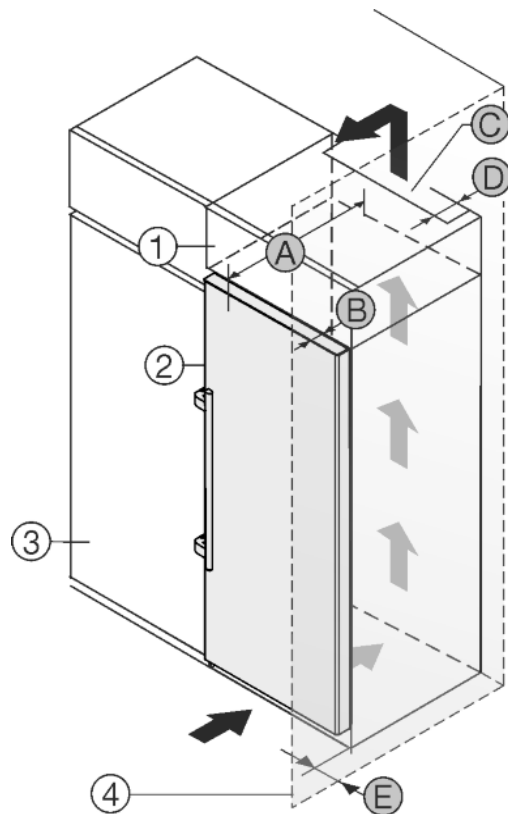

Fig. 21
Aparatul poate fi refăcut cu dulapuri de bucătărie. Pentru a aduce aparatul Fig. 21 (2) la același nivel cu mobilierul de bucătărie, se poate monta deasupra aparatului un dulap suspendat Fig. 21 (1).
Aparatul poate fi amplasat direct lângă dulapul de bucătărie Fig. 21 (3). Pentru a putea deschide complet ușa, aparatul trebuie să fie proeminent cu cel puțin grosimea Fig. 21 (B) față de suprafața frontală a dulapului de bucătărie. În funcție de grosimea dulapurilor de bucătărie și de utilizarea distanțierelor de perete, aparatul poate ieși mai mult în afară.
- În partea din spate a dulapului suspendat trebuie să existe o fantă de aerisire cu grosimea Fig. 21 (D) pe toată lățimea dulapului suspendat.
- Sub plafonul incintei trebuie să fie păstrată o secțiune de ventilare Fig. 21 (C).
Atunci când aparatul este montat cu balamalele lângă un perete Fig. 21 (A), trebuie să fie păstrată distanța Fig. 21 (E) între aparat și perete. Această valoare corespunde proeminenței mânerului cu ușa deschisă.